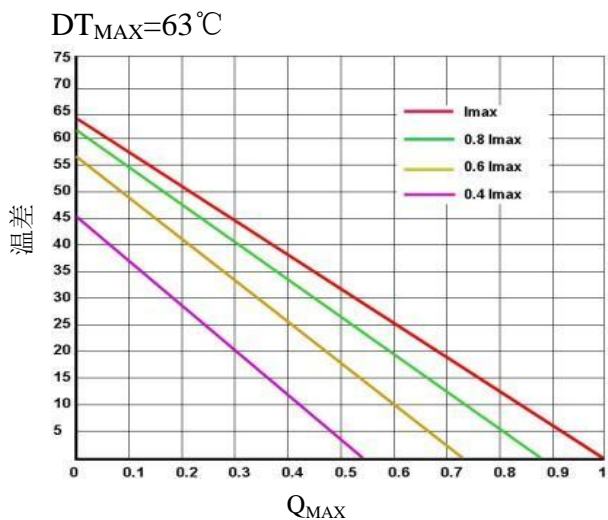
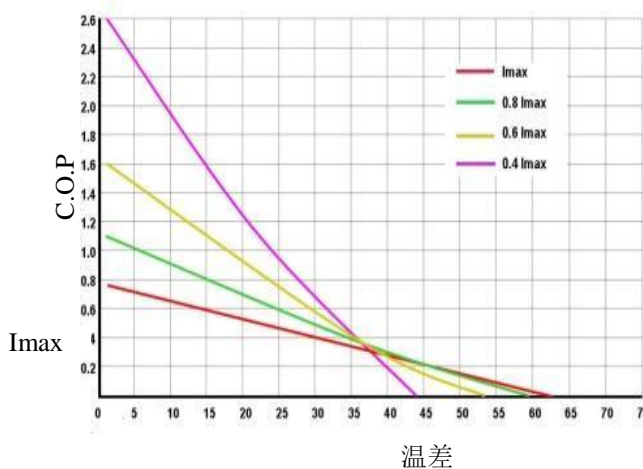

图2. 温差 vs. Q_{max}
图5. C.O.P vs. 温差
5. 用图 2 到图 5 中的图表来决定使用哪一种 TEC：需要用散热片散多少热，散热片的温度是多少，等等。